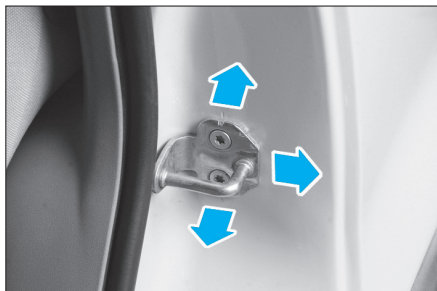

FIG. 107
- Le cas échéant, agir sur la gâche pour le réglage (Fig.107).